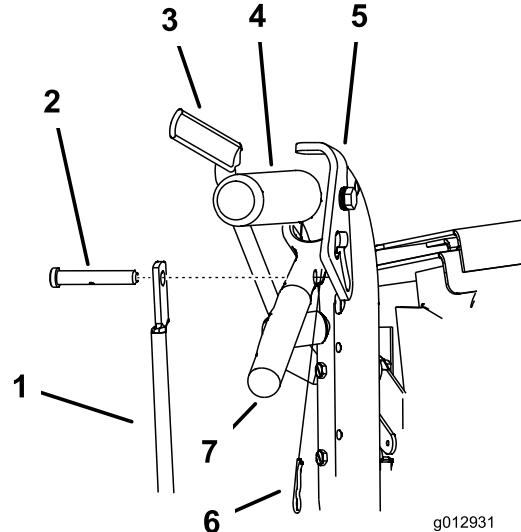

Figura 50
1. Retire los pasadores y los pasadores de seguridad de las palancas de avance y los cierres de bloqueo de punto muerto (Figura 50).